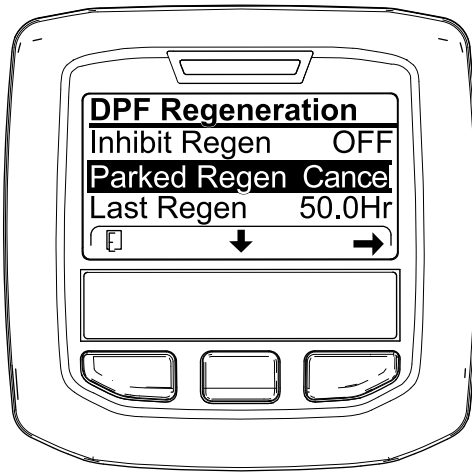
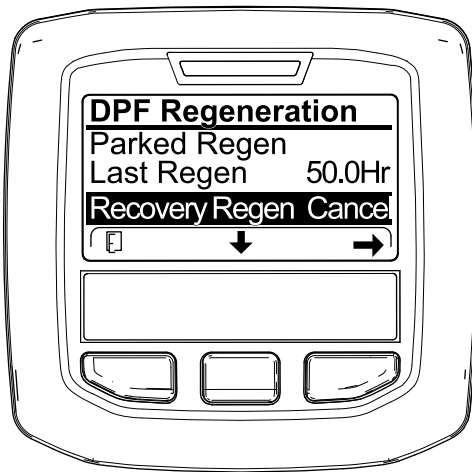

Figura 92
Figura 93
1. Accesezi meniul Regenerare DPF (Figura 92).
2. Apăsai butonul central pentru a derula în jos către opțiunea PARKED REGEN CANCEL (Anulare regenerare în stare de parcare) (Figura 92) sau opțiunea RECOVERY REGEN CANCEL (Anulare regenerare de recuperare) (Figura 93).
3. Apăsai butonul din dreapta pentru a selecta accesarea Regen Cancel (Anulare regenerare) (Figura 92 sau Figura 93).